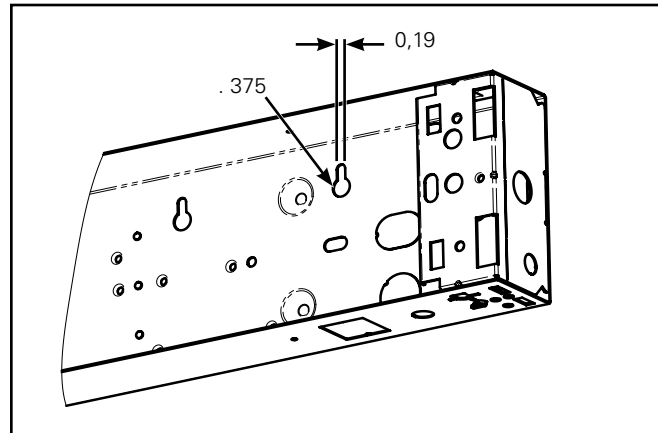

Figura 3.
1. Oriente la luminaria de modo que las ranuras de la claveta en la superficie inferior del canal queden hacia arriba. (Los orificios en la parte inferior y las ranuras hacia arriba.) (Figura 3)